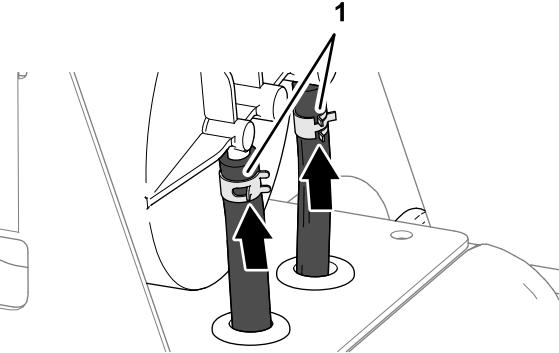

Bild 91
4. Befestigen Sie die Schläuche mit Schlauchklemmen an den Anschlussstücken (Bild 91)